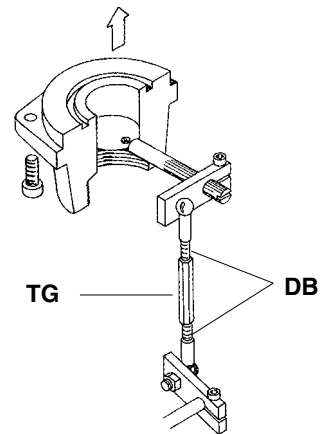

Fig. 22
3. Colocar el quemador en llama baja. Para variar la capacidad del gas aflojar las tuercas DB (fig. 22) y ajustar el ángulo de apertura de la válvula de mariposa girando el tensor TG (la rotación horaria aumenta la capacidad del gas, la antihoraria la disminuye). La hendidura del bulón de la válvula de mariposa indica el ángulo de apertura respecto al eje horizontal.